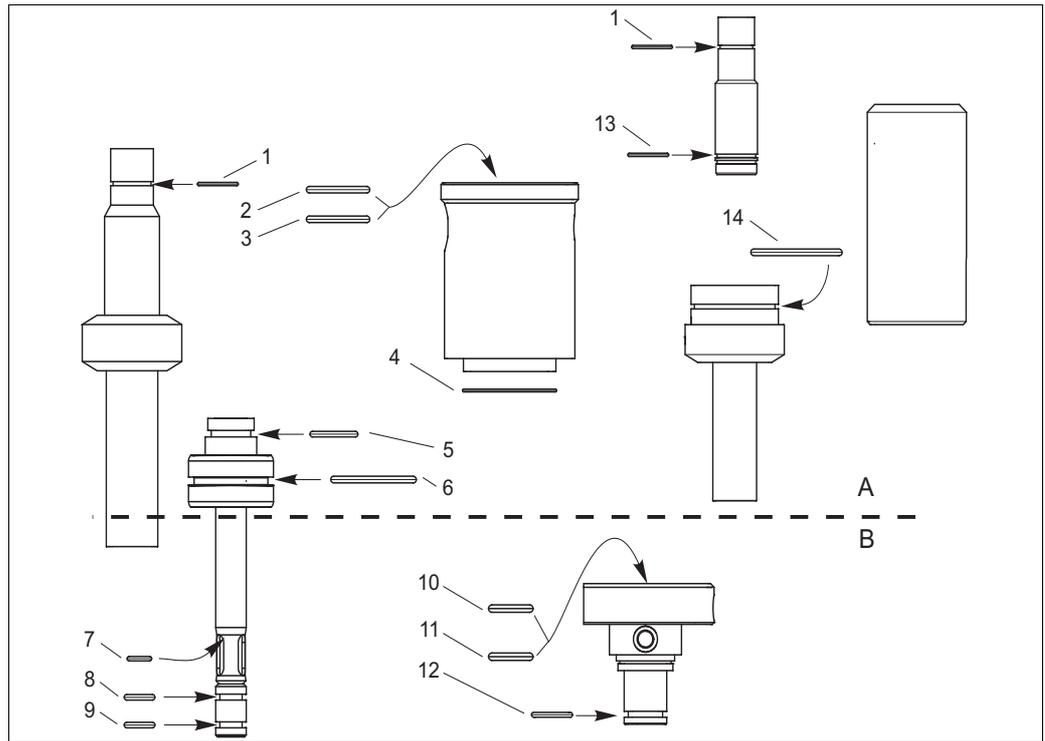

Abb. 22: Position der O-Ringe
2. Tauschen Sie nun die in (Abb. 22) gezeigten O-Ringe aus.